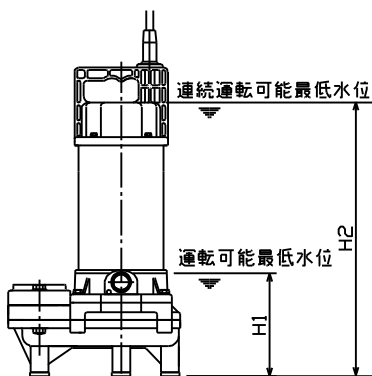

図5
- (9) 運転可能水位を図5に示します。
- (10) 自動形ポンプ(DWVA型)は図5の通りにフロート位置を設定してください。なお、フロートスイッチが水槽の壁面や配管などに接触すると、フロートが動かなくなり、ポンプが始動しない事がありますので障害物から離してください。